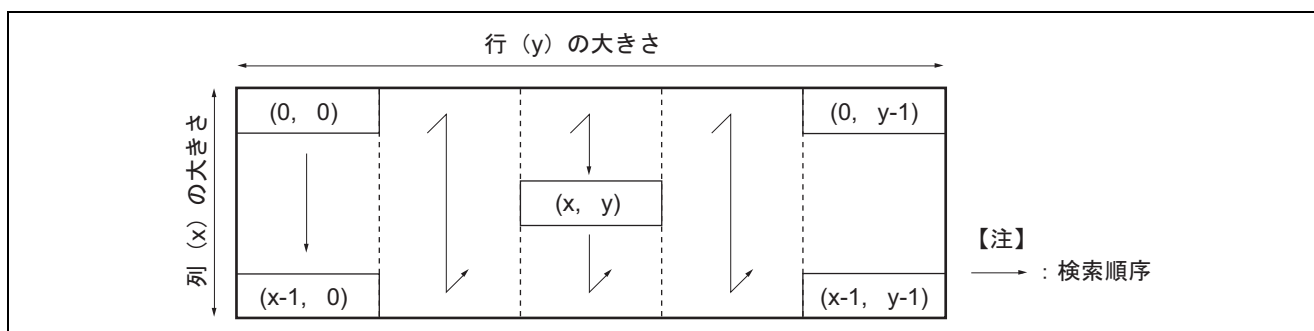

図3 二次元配列
3. ソフトウェア ARRAY を実行する際、あらかじめ図3のような配列が必要となります。図3に配列の詳細について説明します。
- $(0, 0)$ を配列の要素の先頭アドレスとし、図3のような順で検索を行います。